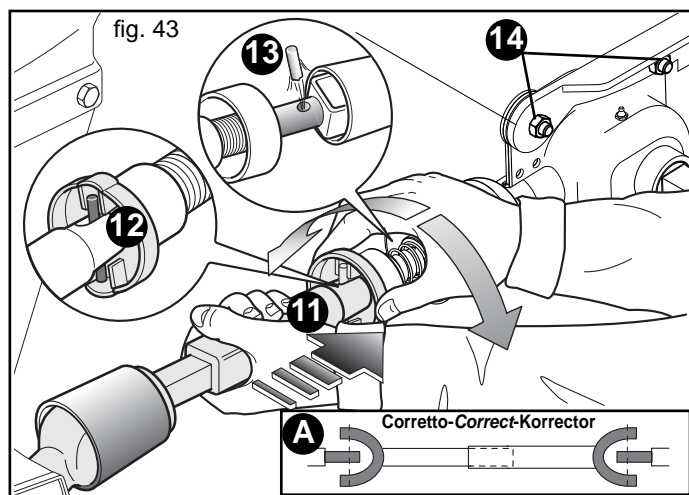

fig. 43
- Die Muffe (11, Abb. 43) in die durch den Pfeil angezeigte Richtung drücken und gedrückt halten, den Stulp (12, Abb. 43) nach vorne drücken und gleichzeitig drehen, bis der Eisenstift ihn freigibt;
- Die Muffe (11, Abb. 43) wieder bis zum Anschlag zurückziehen;
WICHTIG! Bei der Kopplung der Gelenkwellen (A, Abb. 43) ist große Aufmerksamkeit erforderlich; die Position der Gelenkkreuze beachten.
Jeder Kasten ist mit einem Sicherheitsstift versehen, der durchbricht (13, Abb. 43), wenn die Drehung der Aussaatscheibe aufgrund des Eintretens von Fremdkörpern (Papier, Seil, usw.) in den Verteiler unterbrochen oder behindert wird. In diesem Fall muß das Saatgut aus dem Behälter entfernt werden. Dann den Verteiler reinigen, die Scheibensprossen kontrollieren und den Sicherheitsstift auswechseln.
ACHTUNG! Die den Kasten befestigenden Schrauben (14, Abb. 43) nicht vollkommen festziehen, da das Schwingen vorgesehen ist.